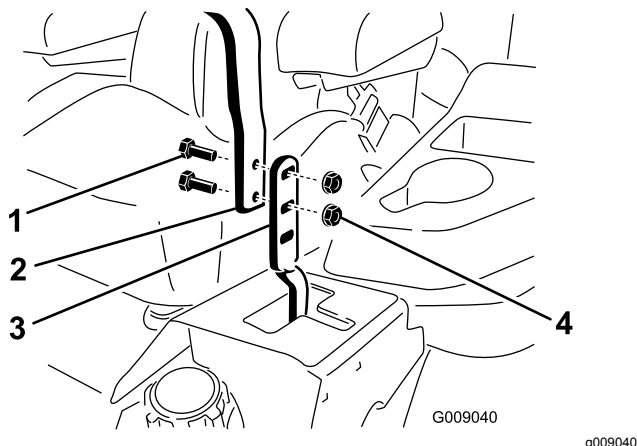

Figure 96
3. Desserrez les boulons et les écrous à embase situés dans les leviers (Figure 96).